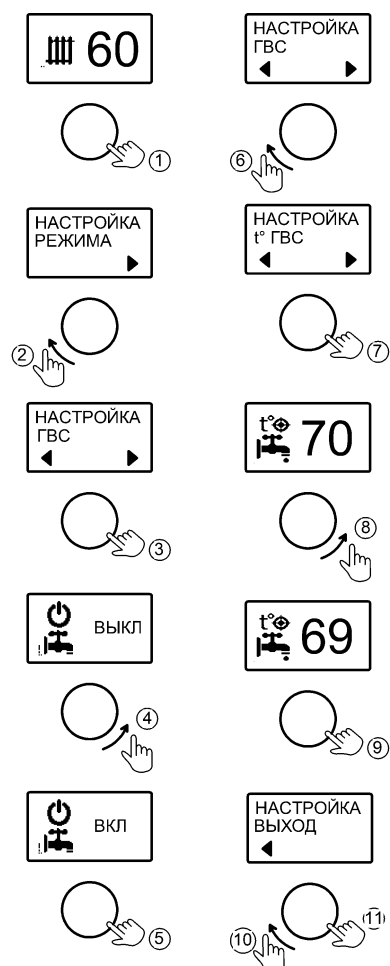

Рисунок 8. Активация и настройка температуры режима «ГВС»
тует в приоритете совместно с другими режимами. Работа возможна при подключении **3-ходового клапана** совместно с **NTC-датчиком** температуры ГВС номиналом 10 кОм, либо совместно с **термостатом** бойлера косвенного нагрева. Рекомендуется использовать модуль управления **ГВС EVAN AQUA**, в состав которого входят 3-ходовой клапан и датчик температуры теплоносителя, оптимально соответствующие электрической схеме котла. Активация режима и настройка температуры показана на рис.8.
10.4 Вкладки **«ГВС»** и **«ТЕМПЕРАТУРА ГВС»** предусмотрены для включения/выключения режима ГВС и настройки температуры (см. рис. 8). Индикация «ВКЛ» означает разрешение на работу режима ГВС. Индикация «ВЫКЛ» запрещает работу режима «ГВС».